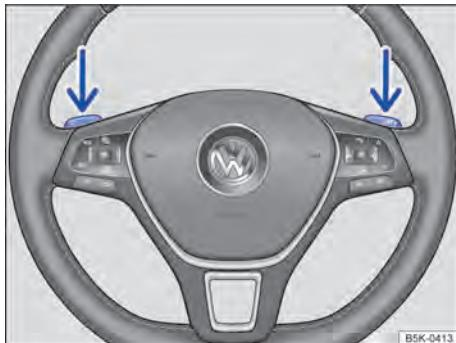

Fig. 126 Volante com 2 seletores basculantes do Tiptronic.
- No programa de condução D ou S ou no curso seletor do Tiptronic, acionar os seletores basculantes no volante \Rightarrow Fig. 126 (setas).